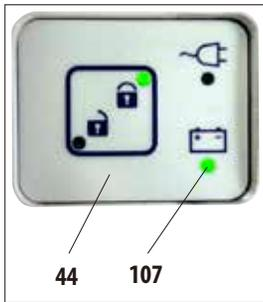

Fig. 244
Ceci est indiqué par la LED verte (107) allumée dans le bouton de déverrouillage (44) sous la chambre (fig. 244)